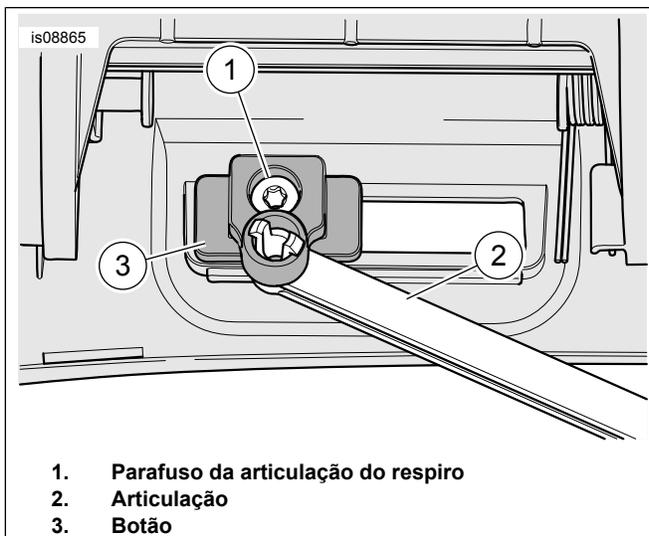

Figura 4. Parafuso da articulação do respiro
4. Consulte Figura 4. Remova o parafuso (1). Remova a articulação (2). Instale na parte dianteira da nova caixa. Aperte o parafuso com torque de 1,3–2 N·m (12–18 in-lbs).